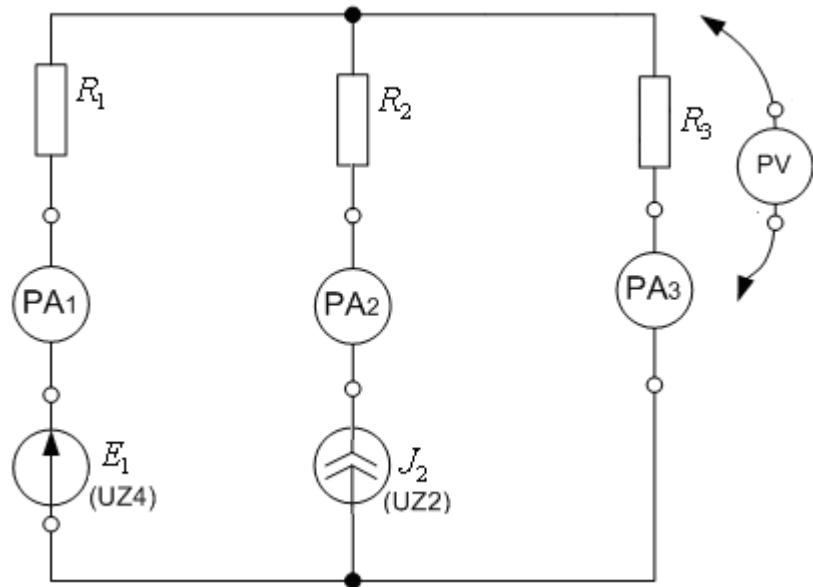

Рис. 2П
**ЧАСТЬ 2 (Схема электрической цепи представлена на рис. 2П)**
8. Как изменятся входные и взаимные проводимости, коэффициенты передачи по току (Рис. 2П), если: